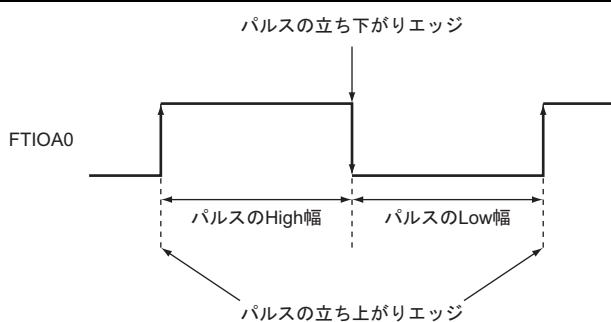

図 1.1 入力パルス幅の測定
- 図 1.1 に示すように、タイマ Z インプットキャプチャ機能のバッファ動作を使用して、インプットキャプチャ入力端子 A0 (FTIOA0) に入力されたパルスの High 幅と Low 幅を測定します。